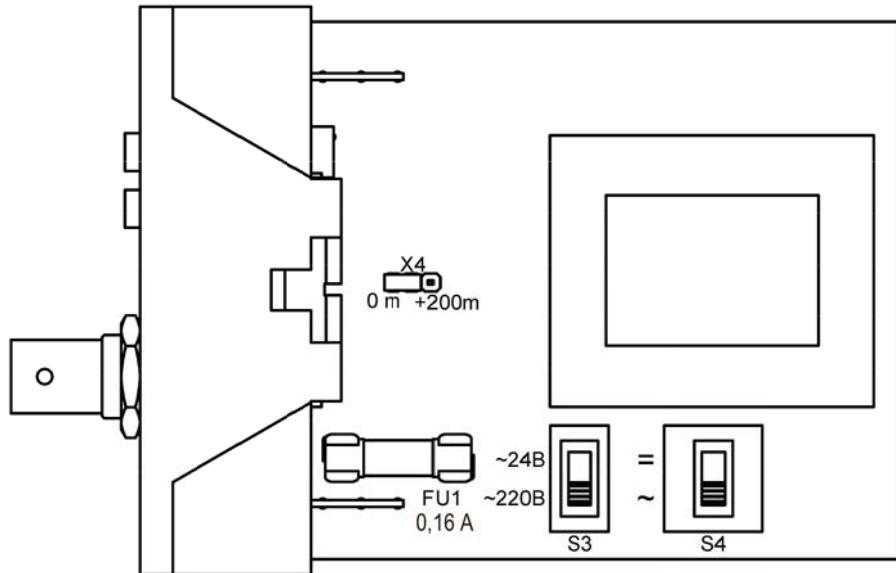

Рис.1 Плата передатчика
При длине линии свыше 2000 м, но не более 2200 м надо на плате передатчика переставить перемычку X4 в положение «+200м» (рис.1) и нажать кнопку «+400 м» (рис.3), на плате приёмника переключатель дальности установить в положение F.
- Установить требуемое напряжение питания передатчика переключателями S3 и S4, расположенными на печатной плате (рис.1). Для вскрытия передатчика, необходимо отверткой через боковые пазы отогнуть защелки корпуса и выдвинуть крышку с печатной платой.